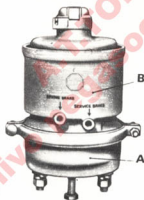

Fig. 11.6. - Cámara de freno
11.7 CAMARAS DE FRENO -MGM- (fig. 11.6)